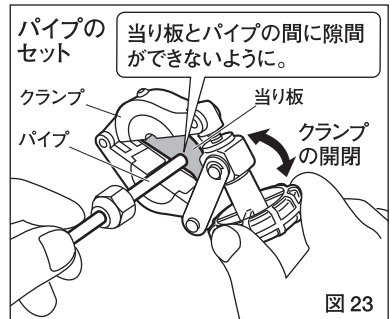

図 23
- ② パイプと同じサイズのクランプを選びパイプが当たり板に当たる様にセットしてください。(図23)
- ③ パイプが正しくセットされている事を確認しパイプをクランプしてください。(図23、24)